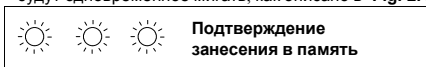

Fig. 2.44
- 9 Для занесения в память установленной настройки, держать нажатой кнопку перезапуска бойлера приблизительно 5 секунд, все индикаторные лампы будут одновременно мигать, как описано в Fig. 2.44.